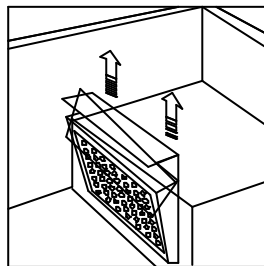

Fig. 14
- Extraer el filtro, limpiarlo y volver a montarlo correctamente (Fig. 14).